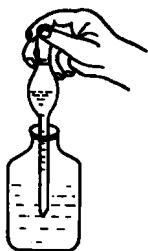

图 1-6 从滴瓶取溶液
(2) 从滴瓶中取试剂 用中指和无名指夹住滴管颈部，拇指和食指虚按橡皮乳头，提起滴管（图1-6），如果滴管中已存有溶液，即可滴用。如无溶液，则轻压橡皮乳头赶出空气后，随即伸入溶液，放松手指吸入溶液。切勿在滴瓶内